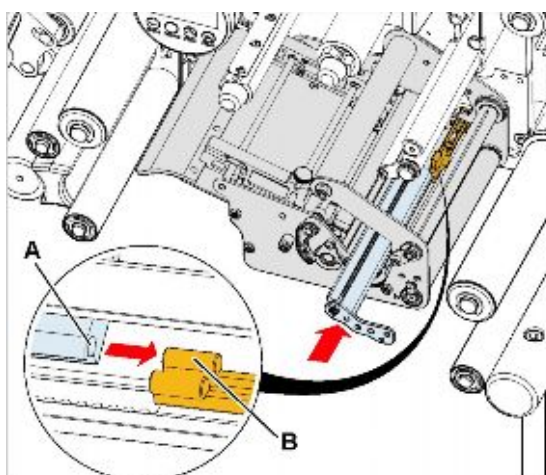

Рис. 16. Направляющий выступ (B) на датчике этикетки
- ▮ Убедитесь, что задний направляющий выступ (Рис. 16B) на датчике этикетки вошел в паз на направляющей материала (Рис. 16 A).